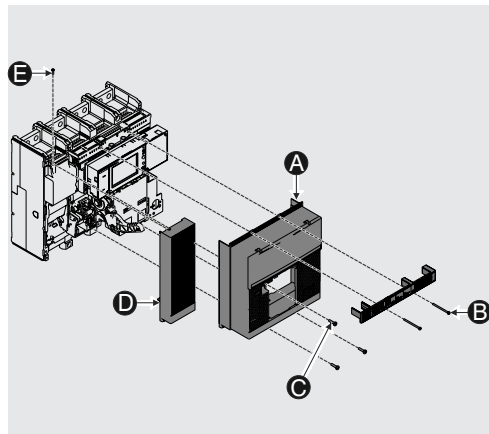

Abbildung 144 - Fester vierpoliger Leistungsschalter
1. Die Bedienungsblende (A) nach dem Entfernen der Befestigungsschrauben (B und C) abnehmen.
2. Bei vierpoligem Leistungsschalter (Abbildung 144 - Fester vierpoliger Leistungsschalter), die seitlichen Schutzplatten (D) nach dem Entfernen der Befestigungsschrauben (E) abnehmen.